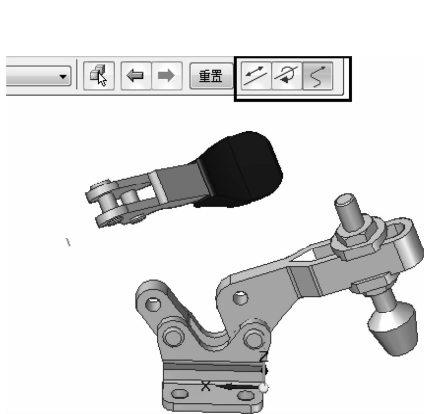

图 8-130 拖动部件选项
- (3) 把【零件5】移动到可以和原先零件配合的位置，如图 8-130 所示。